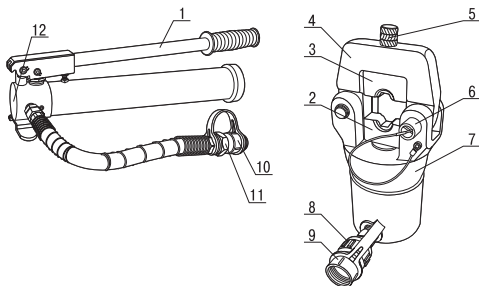

Рисунок 1
3.4 Извлеките ось 6 (смотри рисунок 1) из головки 7 пресса.